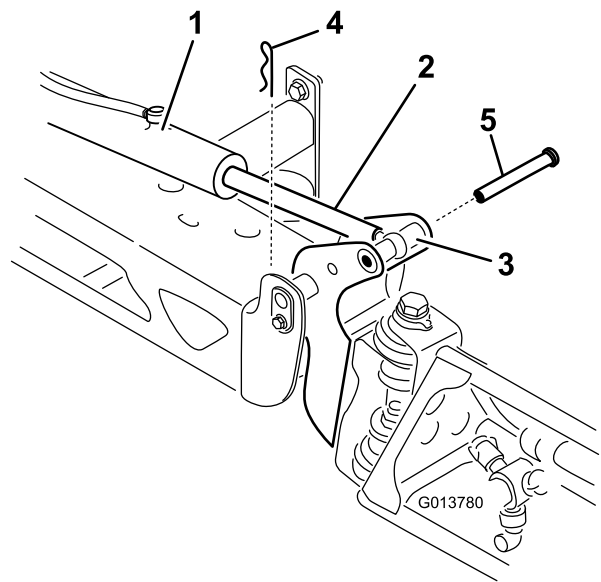

Figura 109
- Levante el brazo, retire el pasador (Figura 109), y baje el brazo lentamente al suelo.
- Retire la claveta del pasador de giro (Figura 109).
9. Sujetando el brazo, introduzca el pasador a través del pivote del brazo y del émbolo del actuador (Figura 109).